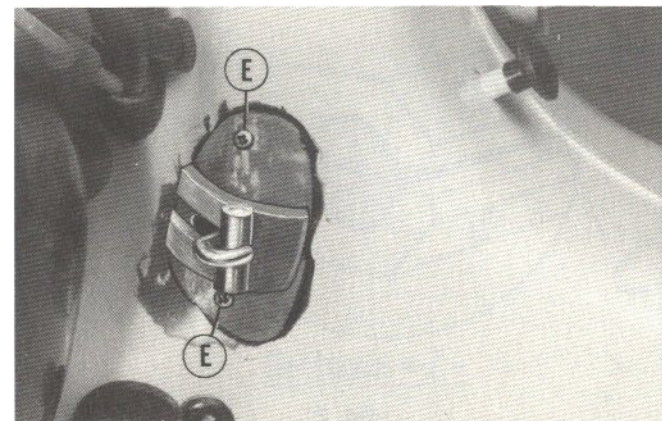

Fig. 24
6) - Applicare accuratamente sulle superfici di incollaggio scocca e piastra un leggero strato di pasta collante (formata miscelando la colla con l'indurente secondo quanto sopra indicato), posizionare la piastra sulla scocca con le due viti autofilettanti senza serrarle a fondo, quindi montare l'attrezzo e bloccare come illustrato al punto 3); con l'ausilio di un cacciavite, bloccare le due viti «E» (fig. 24).